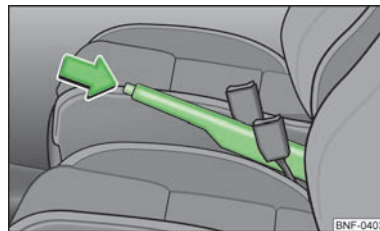

Fig. 62
- Træk håndbremsearmen lidt opad, og tryk **samtidig** låseknappen » Fig. 62 ind.